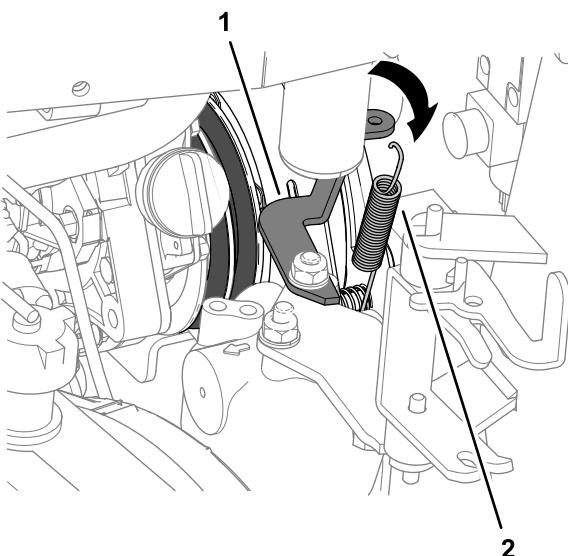

Figura 90
4. Prenda a mola travão da embraiagem entre o parafuso da placa da embraiagem interior e o suporte da mola; consulte Figura 90 em Remoção das correias da PTO \(página 66\).